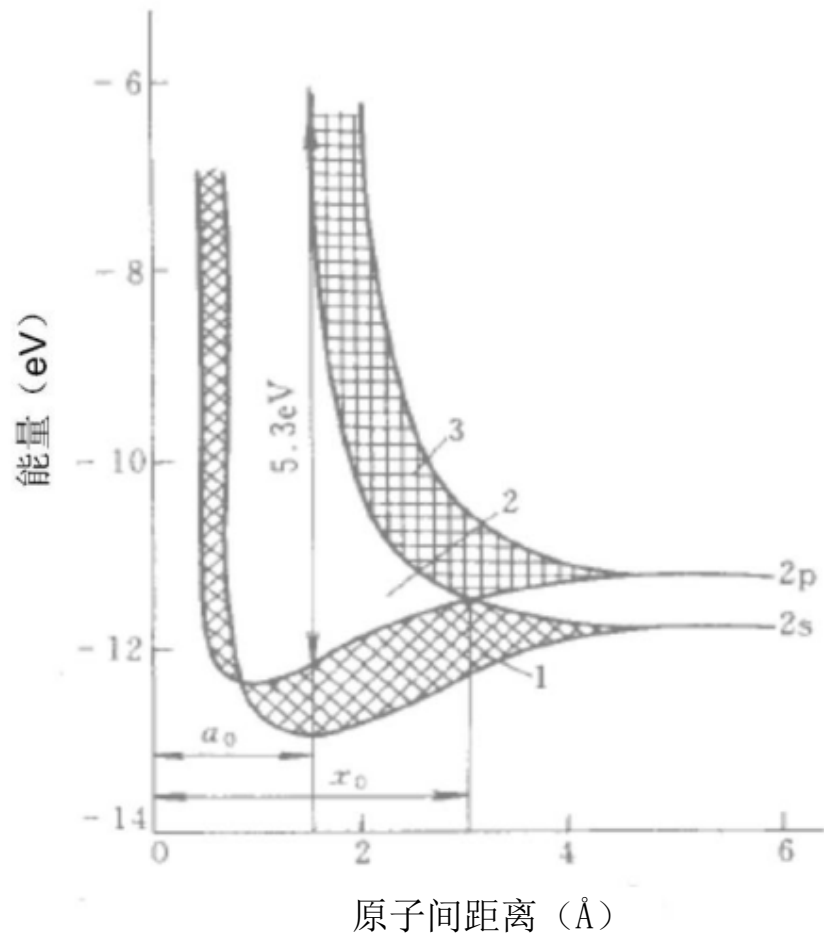

图2.3 碳原子彼此接近形成金刚石的能带示意图
■图2.3 示出了碳原子形成金刚石晶体时能带的形成，以及能带间禁带的形成。